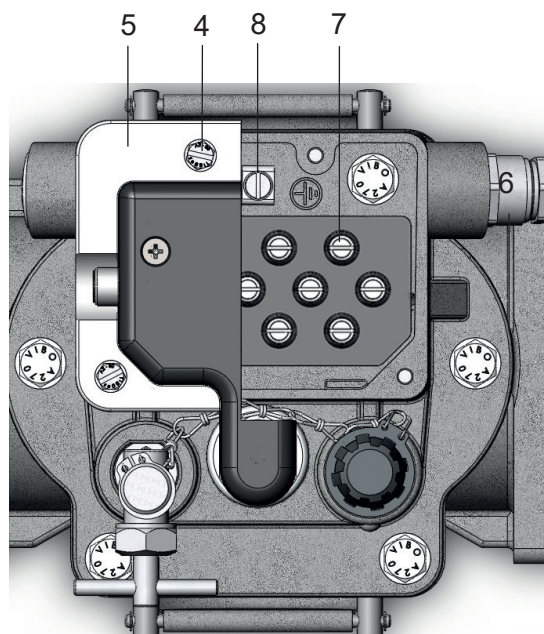

Figure 7 - Branchement électrique dans le cas de plus de 8 passages
- couple de serrage maxi. 1,5 Nm pour les bornes à tige dans le cas de plus de 8 passages (Fig. 7)